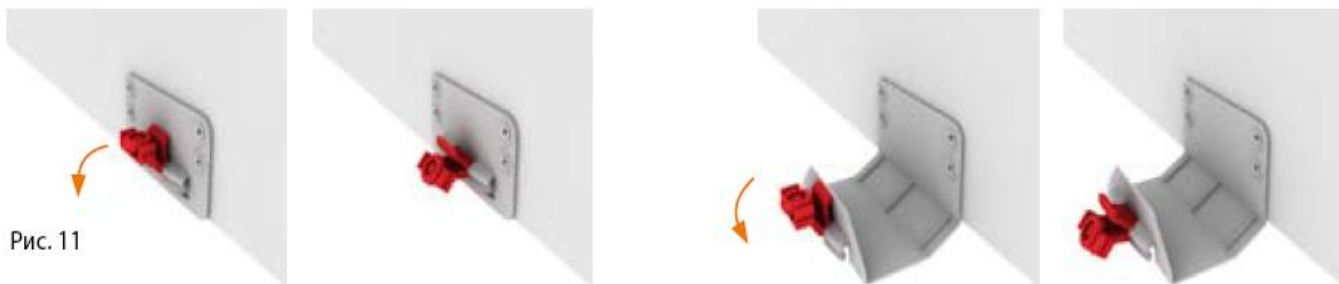

Рис. 11
- 2) повернуть вниз вращающиеся ролики всех нижних кронштейнов (Рис. 11)